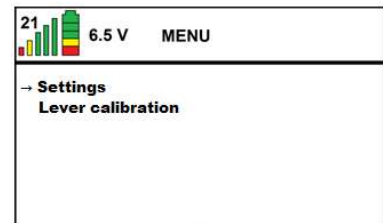

Abbildung 45
- Aktivieren Sie die Bedienung der Seilwinde, indem Sie auf der Fernbedienung die Taste (✓) drücken (siehe *Abbildung 45*).